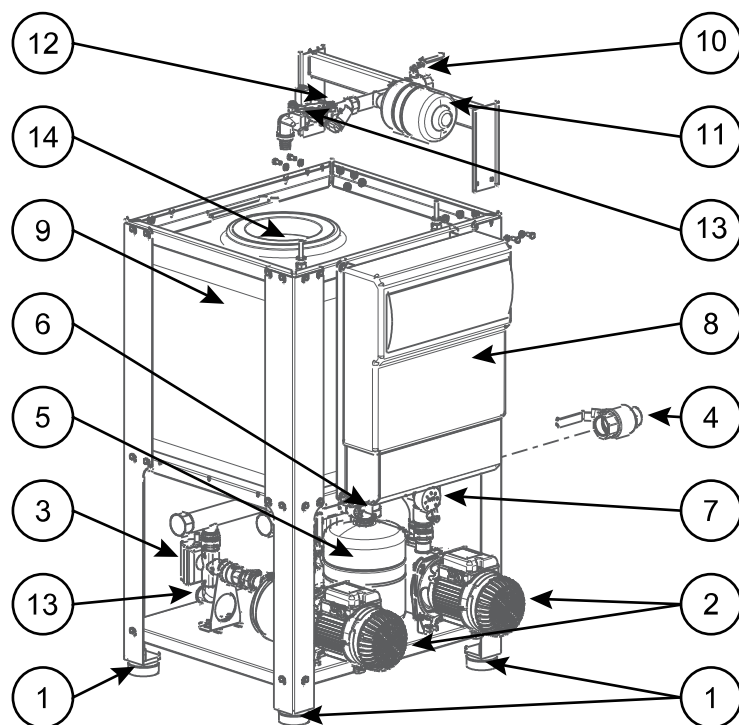
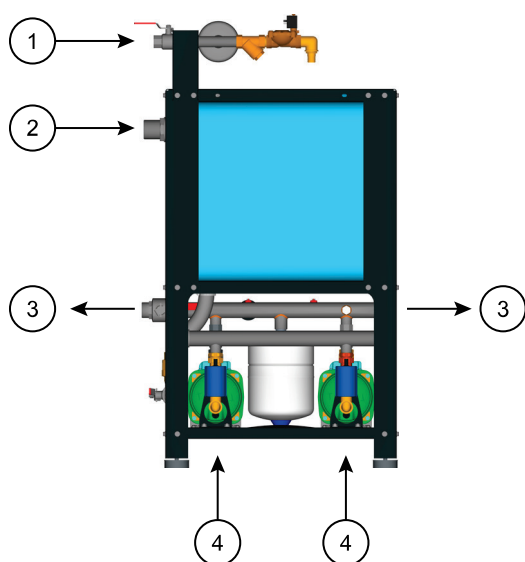

Fig.1
Fig. 3
Posizionare l'AQUATWIN TOP in un luogo ben areato, protetto dalle intemperie e con una temperatura ambiente non superiore a 40°C, su un piano regolare, in caso non fosse possibile, utilizzare i piedini antivibranti regolabili (Fig.1). Dopo aver posizionato e stabilizzato l'AQUATWIN TOP procedere con il collegamento alla rete idrica civile con tubazione da 1" all'apposita valvola di intercettazione (Fig.3).
**Collegare le aspirazioni** (Fig.3) alle tubazioni provenienti dalle cisterne di accumulo acqua piovana, facendo particolare attenzione che abbiano una inclinazione verso il serbatoio per evitare la formazioni di sacche d'aria (evitare colli di cigno, le tubazioni non devono mai passare al di sopra delle pompe) evitare che le tubazioni creino sforzi alle bocche di aspirazione. Installare il sistema più vicino possibile alla cisterna di raccolta acqua piovana, per assicurarsi un buon rendimento della pompa non superare mai i 20 metri di lunghezza e i 3 metri di altezza di aspirazione. Nel caso in cui la lunghezza e l'altezza di aspirazione risultino maggiori, utilizzare un'altra pompa collegata in serie a quella del sistema per ovviare la problema di aspirazione del sistema. Il punto di aspirazione deve sempre garantire l'aspirazione di acqua pulita, utilizzare un Kit di aspirazione e delle valvole con filtro, per garantire la fornitura ed evitare che impurità vadano a bloccare valvole o parti interne delle pompe. Le tubazioni, che possono gestire una o due cisterne indipendenti non dovranno essere di diametro inferiore alle bocche di aspirazione (1") pur essendo il sistema dotato di valvole di ritegno, si consiglia di adottare valvole di fondo all'interno delle cisterne. Se la tubazione aspirante fosse in materiale flessibile, verificare sempre che sia del tipo rinforzato per evitare restringimenti per effetto dell'aspirazione.
**Il collegamento alla rete** delle utenze secondarie (acqua non potabile) può essere eseguita in entrambi i lati del collettore di mandata (Fig.3) con una tubazione flessibile da 1"1/2, non è necessario inserire un vaso di espansione il sistema AQUATWIN TOP è già dotato di un vaso da 8 Litri.
**Collegare il troppo pieno** con una tubazione da 2" (Fig.3), questa tubazione dovrà essere indirizzata ad un pozzetto a perdere per evitare allagamenti in caso di malfunzionamenti o traboccamenti del sistema.